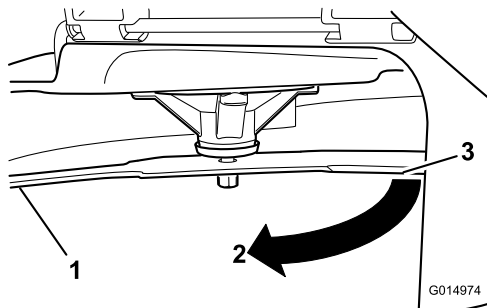

Figure 56
4. Tournez la même lame de 180 degrés pour amener le tranchant opposé à la même position (Figure 56).